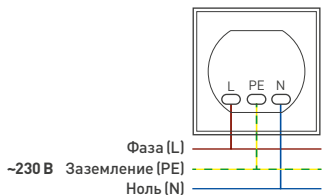

Рис. 1.
- 3.5. Подключите провода сетевого питания АС 230 В к контактам розетки в соответствии со схемой (рис. 1): L (фаза) — коричневый, N (нейтраль) — синий, PE (заземление) — желто-зеленый.